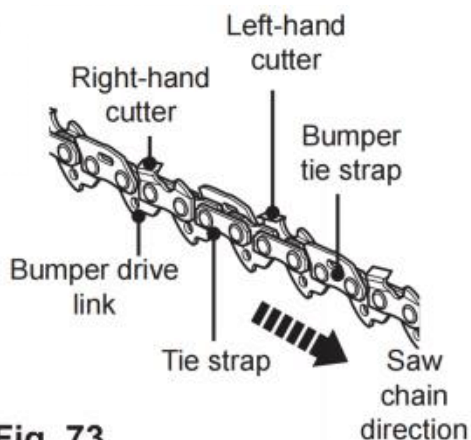

Fig. 73
2. La différence de hauteur entre la dent et la crête correspond à la coupe profondeur. Lors de l'affûtage de la chaîne de scie (C12), vous devez tenir compte les points suivants (Fig. 73).